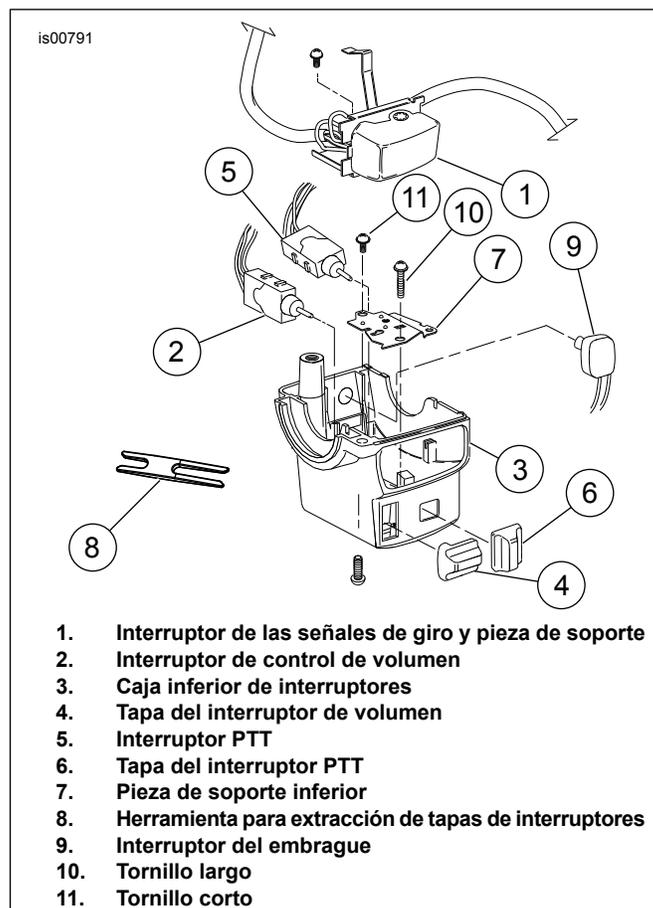

Figura 8. Modelos con radio y CB: Conjunto de la caja inferior de interruptores del manillar izquierdo
1. Vea Figura 8. Cuidadosamente corte la correa de cables que sostiene el conducto de cables a la pieza de soporte del interruptor de las señales de giro (1).
2. Extraiga el tornillo que sostiene la pieza de soporte superior de la caja (3).
6. Vea Figura 8. Extraiga los dos tornillos que sostienen la pieza de soporte inferior (7) en el saliente de la caja. Saque la pieza de soporte de la caja de interruptores.
7. Marque u observe las posiciones (superior, derecha e izquierda) de los interruptores de la radio (2) y/o PTT (5) y extraiga los conjuntos de los interruptores.
1. **Para los modelos Ultra y Road Glide:** Vea Figura 8. Coloque el interruptor PTT (5) de la CB dentro de la cavidad inferior cromada de interruptores para que esté en posición horizontal (el cable verde claro hacia la pieza de soporte del embrague). Cuando está correctamente instalado, el interruptor queda atrapado por los bloques fundidos en la caja inferior (3).
2. Coloque el interruptor de control de volumen de la radio (2) dentro de la cavidad de la caja cromada inferior de interruptores para que esté sobre el borde en posición vertical. El interruptor queda atrapado por los bloques fundidos en la caja inferior cuando está correctamente instalado. Compruebe que el vástago del interruptor quede alineado, para el funcionamiento correcto de la tapa del interruptor.
3. Coloque la pieza de soporte inferior (7) dentro de la caja (tuerca soldada hacia abajo). En los modelos Ultra y Road Glide, coloque la pieza de soporte para que el escalón inferior esté colocado sobre el interruptor PTT (orientado horizontalmente). Compruebe que las ranuras en el escalón superior de la pieza de soporte enganchen las dos lengüetas en el cuerpo de los interruptores.
6. Coloque el interruptor del embrague (9) en la misma ubicación y orientación de la que se quitó anteriormente.